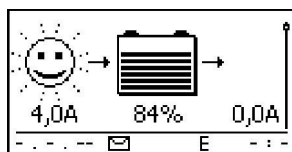
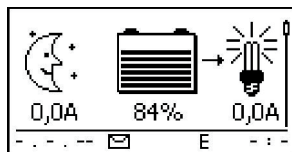

Fig. 13 Display después de conectar el módulo solar cuando hace sol (posiblemente retardado)
Fig. 14 Display después de conectar el módulo solar cuando no hace sol
3. ➞ Retirar la cubierta del módulo solar y, en caso de que haya uno montado, conectar el interruptor seccionador de CC. En el display aparecerá Fig. 13 o Fig. 14.
4. ➞ Si no se visualiza Fig. 13/Fig. 14, comprobar la instalación y eliminar el error a base del apartado 15.